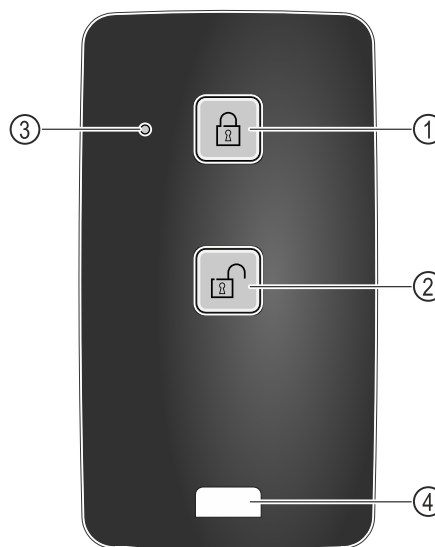

Fig. 246
- (1) Blocați încuietoarea
- (2) Deblocați încuietoarea
- (3) LED de stare
- (4) Ureche de fixare
- Apăsăți tasta Fig. 246 (1) de pe telecomandă.
- Apăsăți tasta Fig. 246 (2) de pe telecomandă.
- LED-ul de stare Fig. 246 (3) oferă un răspuns optic atunci când este apăsat un buton.
- Urechea Fig. 246 (4) pentru fixarea telecomenzii, de exemplu la un breloc.